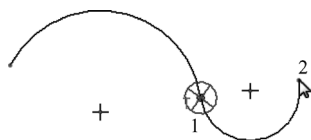

图 2-18 创建相切端弧
2) 选择现有图元的一个端点作为起点, 该点确定了切点。然后移动鼠标光标单击一点来作为相切弧的另一个端点, 如图 2-18 所示。